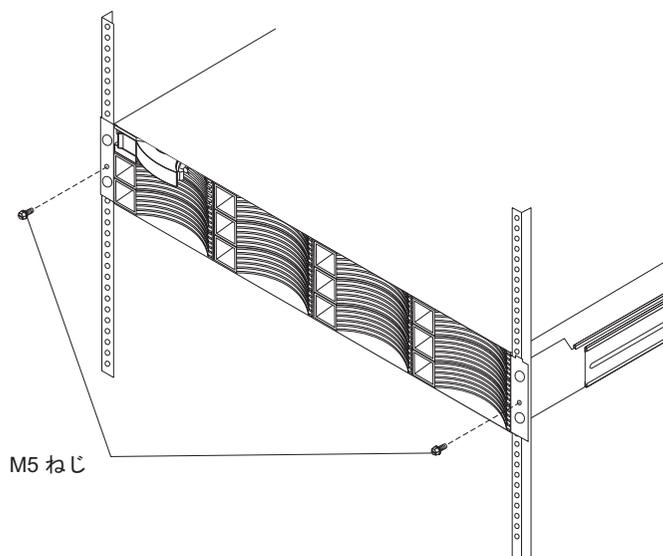
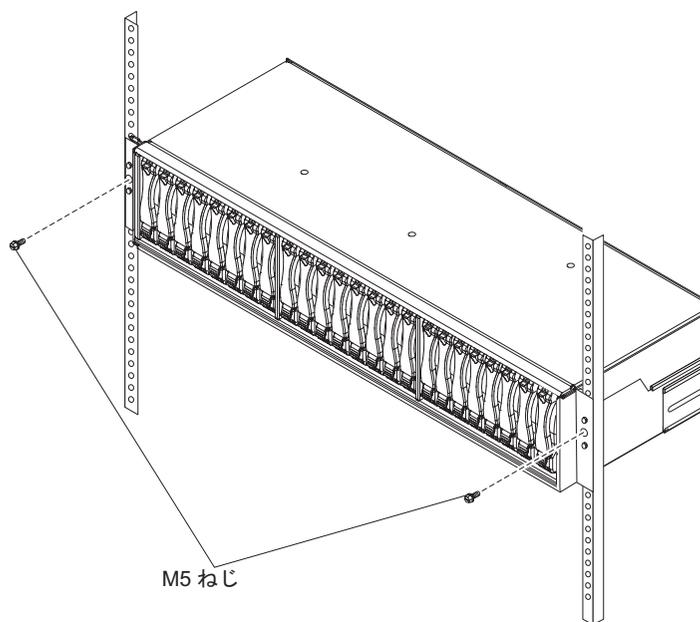

図 11. DS3512 または EXP3512 のラックへの固定
図 12. DS3524 または EXP3524 のラックへの固定
4. DS3512 または EXP3512 については図 11、DS3524 または EXP3524 については 13 ページの図 12 に示すように、ストレージ・サブシステムまたは拡張エンクロージャの前面の両側にあるサポート・ホールに M5 ねじ 1 本を取り付けて締めます (ワッシャーは不要)。